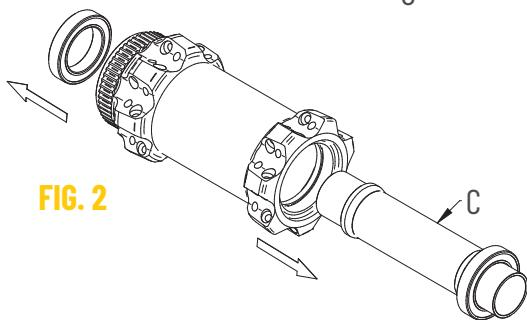

FIG. 2
- Applicate una leggera pressione al perno (C) utilizzando un utensile con battuta in plastica: esercitate la pressione fino a quando non fuoriesce interamente il cuscinetto dalla propria sede completo di perno (Fig. 2).
- Una volta sfilato il primo cuscinetto, grazie ad un apposito estrattore con diametro 17mm, estraete il secondo cuscinetto (Fig. 2).